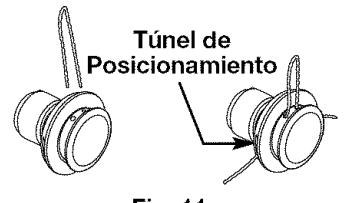

Fig. 11
4. Inserte ambos extremos de su línea a través de los agujeros adecuados en el lado de la cabeza de corte (Fig. 11).